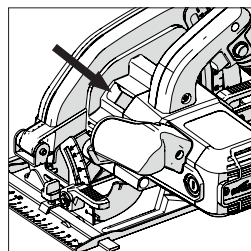

Abb. 3
- Finden Sie den Dornverriegelungsknopf der Maschine (an allen Maschinen in ähnlicher Position). Sperren Sie den Dorn der Maschine durch Betätigen des Dornverriegelungsknopfs. (**Abb. 3**).